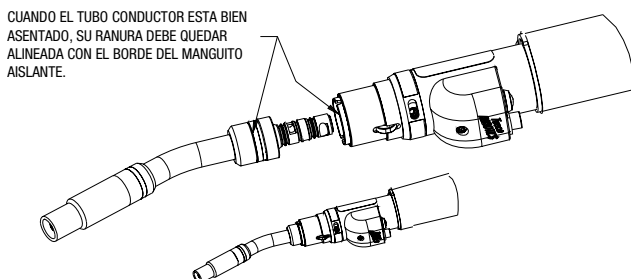

Figura 3-2: Instalación del Tubo Conductor
5. Empujar el tubo conductor en su lugar hasta que el tornillo de fijación de acero inoxidable pueda empujar el enchufe trasero del tubo conductor a su posición trabada de funcionamiento. El tubo conductor tiene una ranura localizadora alrededor de su diámetro trasero. Esta ranura queda a ras con la caja delantera cuando la instalación es correcta, como se muestra en la Figura 3-2.